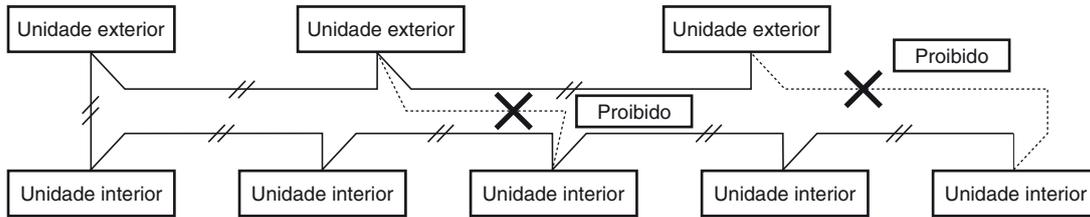

Fig. 4-3
- (1) Quando ligar as unidades exteriores numa rede, desligue o terminal estendido da ficha de curto-circuito de todas as unidades exteriores, excepto qualquer uma das unidades exteriores. (Ao sair da fábrica: em curto-circuito.) Para um sistema sem ligação (sem nenhuma ligação de fios entre unidades exteriores), não retire a ficha de curto-circuito.
- (2) Não realize a instalação eléctrica de controlo entre unidades de maneira que forme um laço. (Fig. 4-3)